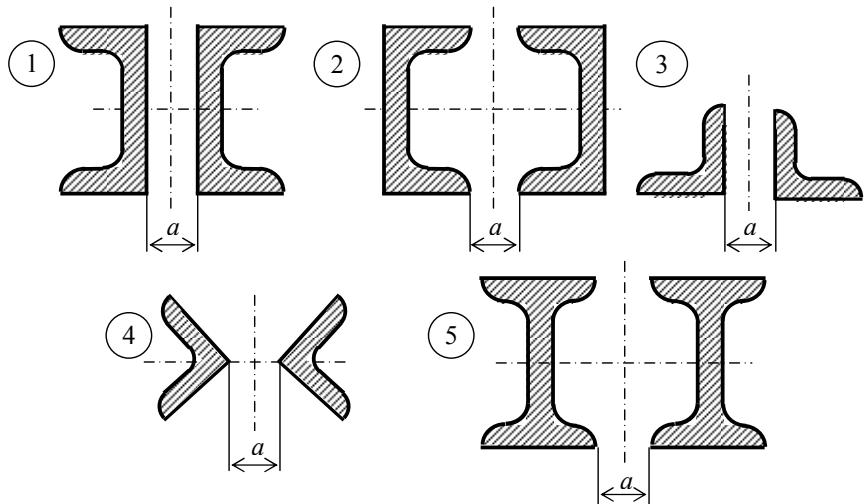
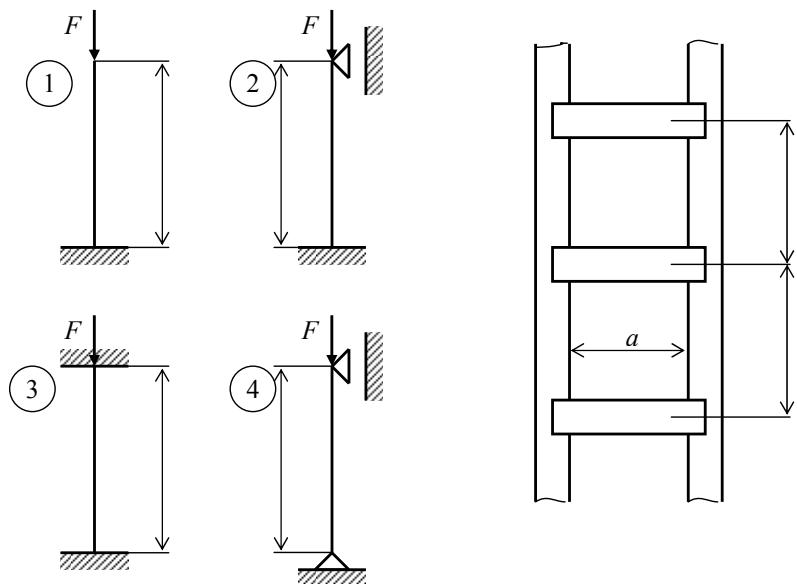

Рис.7
Рис. 8
Стрежень длиной l сжат силой F . Поперечное сечение стрелки состоит из двух стандартных профилей (рис. 7), соединенных между собой так, что их совместная работа, как единого стрелки, обеспечена. При заданном способе закрепления концов стрелки (рис. 8) требуется:
3) определить расстояние h (рис. 8) между планками соединительной решетки.